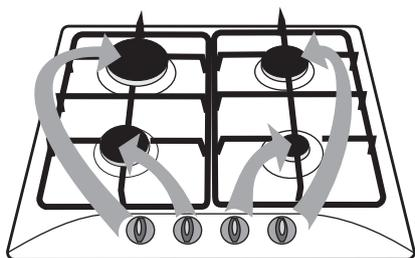

Рис. 12
- Соответствие ручек горелкам показано на рис. 12.